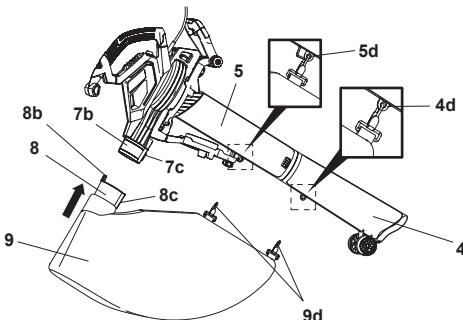

Fig. 6
- Alignez et insérez la languette (8b) du connecteur du sac dans le port du sac collecteur (7b) et insérez-la jusqu'à la butée. Assurez-vous que le bouton de verrouillage (7c) s'enclenche dans le trou de positionnement (8c) (Fig. 6).
- Placez deux clips de fixation (9d) sur les crochets du sac (4d/5d) sur le tuyau d'aspiration inférieur (4) et sur le tuyau d'aspiration supérieur (5).
**ATTENTION :** Utilisez toujours le produit avec le sac collecteur (9) installé lors de l'aspiration pour vous protéger des débris projetés et éviter les blessures. N'utilisez pas ce produit avec un sac collecteur endommagé ou sans sac !
**ATTENTION :** Le harnais (10) aide l'opérateur à transporter le produit.